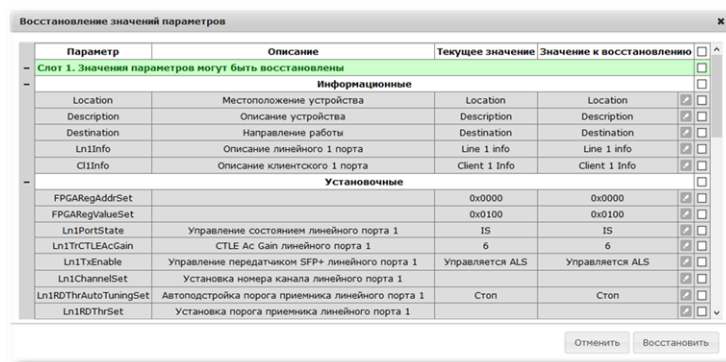

Рисунок 40 – Список параметров для восстановления из резервной копии
- в поле столбца «Резервная копия» напротив слота (1), где отобразились данные конфигурационного файла, нажать кнопку «**Восстановить**»;
- отобразится дополнительное окно со списком всех сохраненных параметров конфигурации изделия, содержащихся в резервной копии (см. Рисунок 40);